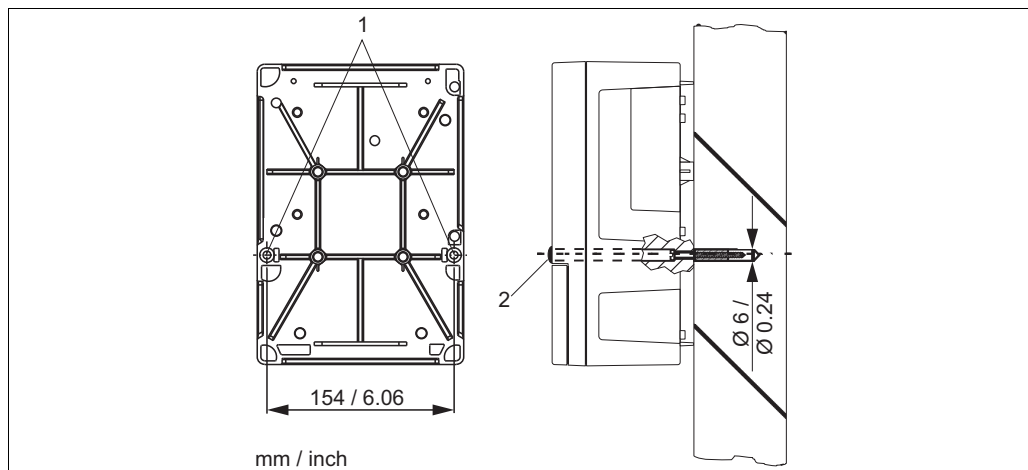

Fig. 7: Dispozitiv de teren cu montaj pe perete
1. Dați găurile așa cum se vede în Fig. 7.
2. Introduceți cele două șuruburi de fixare prin găurile de asigurare (1) din față.
4. Acoperiți găurile cu capace din plastic (2).